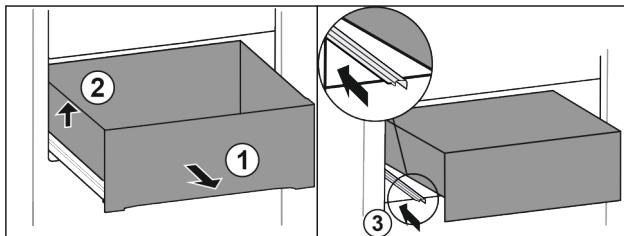

Fig. 90
- Вытяните выдвижной ящик до упора. Fig. 90 (1)
- Приподнимите выдвижной ящик слева. Fig. 90 (2)
- Вставьте левую направляющую. Fig. 90 (3)